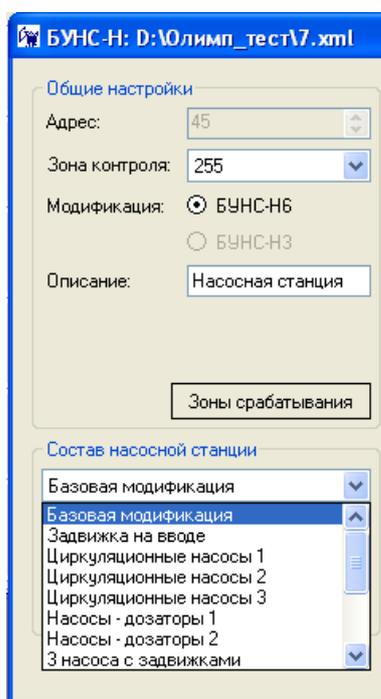

Рисунок 6.59 - Модификации насосной станции
*Состав насосной станции* – в этом поле выбирается требуемая по проекту модификация насосной станции. Нужная модификация выбирается щелчком левой кнопки мыши по нужному варианту в выпадающем списке, который появляется при нажатии левой кнопки мыши на кнопку  (см. рисунок 6.59).